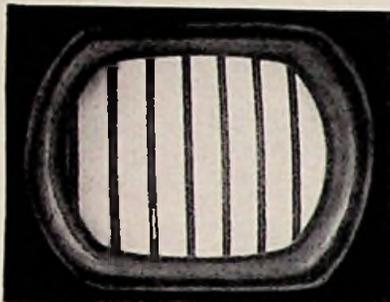

Bild 9. Senkrechte Balken zur Prüfung der Zeilenlinearität
b) In der Stellung 3 des Bildmusterwahlschalters stellt man etwa acht senkrechte Balken ein. Bei Linearität des waagerechten Kippgerätes haben alle Balken die gleiche Breite (Bild 9).